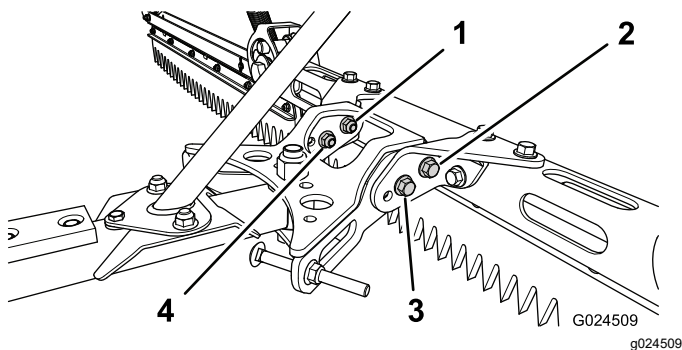

Bild 24
1. Entfernen Sie die **vorderen** Muttern und Schrauben, mit denen der Rechen an der Halterung befestigt (**Bild 24**).